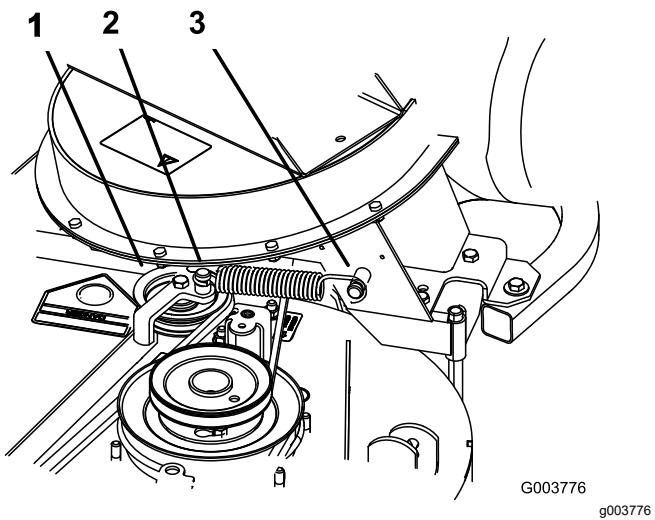

Figura 42
8. Installez le ressort comme montré à la Figura 42.